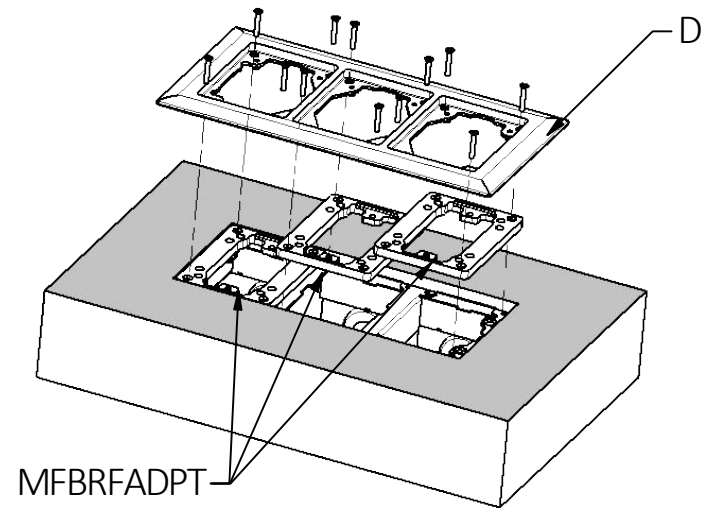

FIG. 2
4. Replace installation spacer(s) B with the provided MFBRFADPT adapter(s). These are similar to installation spacers, but allow for wiring devices to be mounted. One required per each gang. (DO NOT secure the MFBRFADPT to the box at this time). (FIG. 2)
6. Align cover flange D with MFBRFADPT adapter(s) and secure them to the floor box using provided screws, torque 10-12 lbf-in [1.1-1.4 N•m]. (FIG. 2)
4. Remplacer les cales B servant à l'installation par les adaptateurs MFBRFADPT fournis. Ceux-ci sont similaires aux cales servant à l'installation sauf qu'ils permettent l'installation de dispositifs câblés. Un adaptateur est requis par compartiment. (NE PAS fixer le MFBRFADPT à la boîte à ce stade). (FIG. 2)
6. Aligner le rebord couvercle D et les adaptateurs MFBRFADPT puis les fixer à la boîte de plancher avec les vis fournies. Serrer à un couple de 1,1 - 1,4 Nm (10-12 lbp). (FIG. 2)
4. Reemplace los espaciadores de instalación B con los adaptadores MFBRFADPT provistos. Estos son similares a los espaciadores de instalación, pero permiten montar dispositivos de cableado. Se requiere uno por cada cuadrilla. (NO asegure el MFBRFADPT a la caja en este momento). (FIG. 2)
6. Alinee la brida de la cubierta D con los adaptadores MFBRFADT y asegúrelos a la caja de piso usando los tornillos suministrados, apriete 10-12 lbf-in [1.1-1.4 N•m]. (FIG. 2)